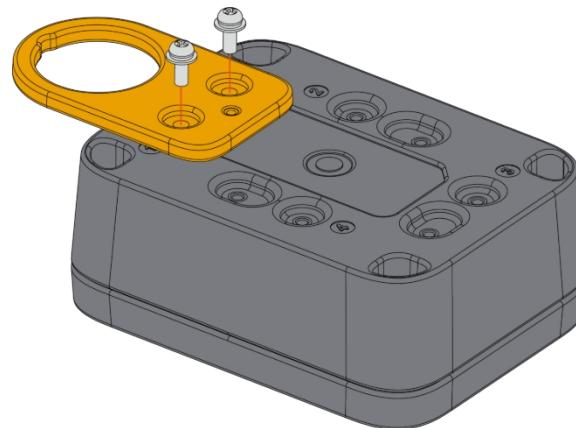

Abbildung 38: Befestigung der Haken-Schlaufenhalterung am Gehäuse
2. Befestigen Sie die mit dem Buchstaben **J** gekennzeichnete Haken-Schlaufen-Halterung mit zwei (2) M3*8-mm-Kopfschrauben mit Unterlegscheibe am WisBlock Unify-Gehäuse. Platzieren Sie sie an der festen Position Nr. **1 oder 3** des Gehäuses, wie in **Abbildung 38** dargestellt.